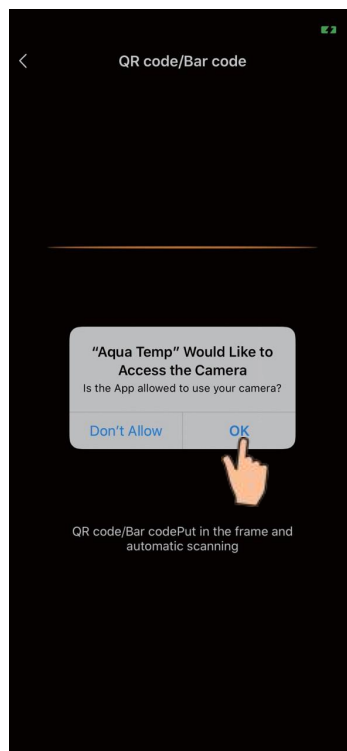
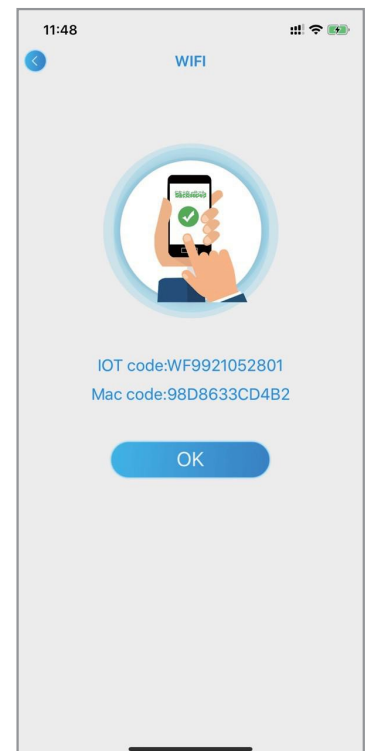

Fig. 17 Skannings gränssnitt
Fig. 18 Kopplingsenhet färdigt gränssnitt
5. Klicka på "OK" för att tillåta denna APP att använda kameran för att skanna streckkoden på värmepumpsenheten (Fig. 17); klicka på "OK", enhetsbindningen är klar (Fig. 18).